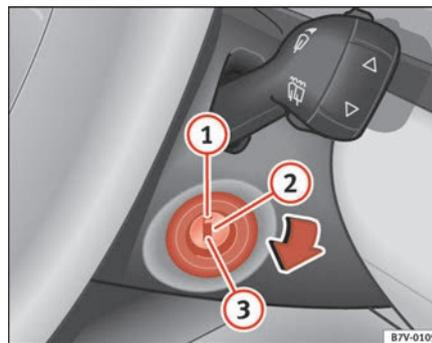

Fig. 126 Posiciones de la llave de contacto
En la posición \Rightarrow fig. 126 ① el encendido está desconectado y se puede bloquear la dirección.
- Gire la llave de contacto hasta la posición ⇒ **página 172, fig. 126**  para poner en marcha el motor.
- Gire la llave hasta la posición ⇒ página 172, fig. 126 **2**. El testigo  se enciende durante el ciclo de precalentamiento del motor.
- Gire la llave de contacto a la posición ⇒ página 172, fig. 126 ①.